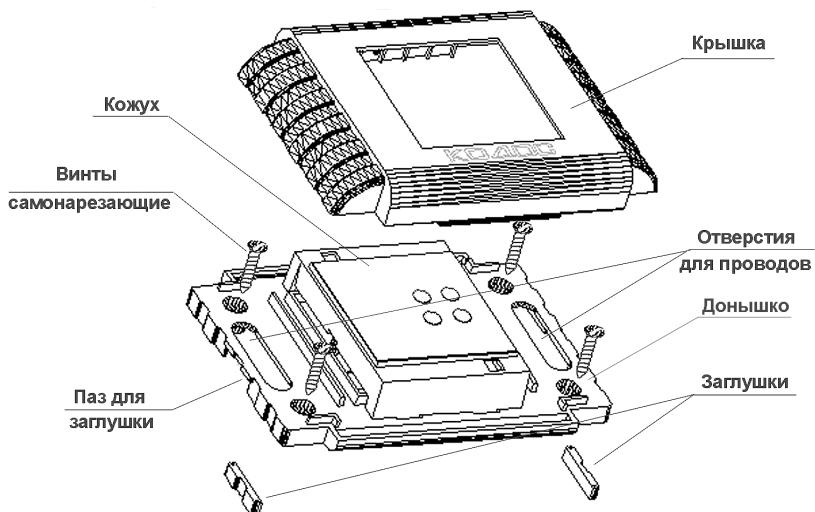

Рисунок 11 – Монтаж сигнальных адресных блоков
- а) снять с адресного блока крышку (см. рисунок 11);
- ж) через отверстия для проводов (если провода идут из стены) или через пазы для заглушек и отверстия для проводов (в случае, если провода проложены в коробе) (см. рисунок 11), протянуть провода к кожуху адресного блока;